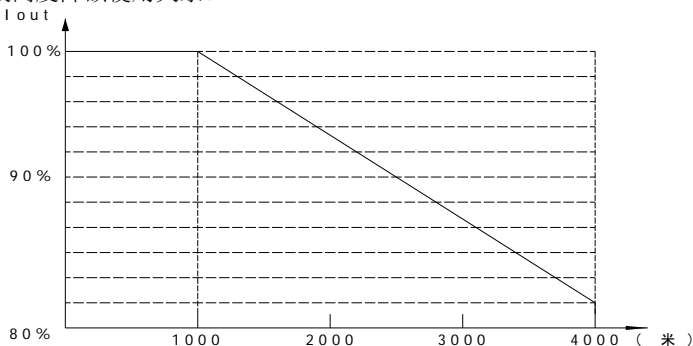

图 1-3 变频器额定输出电流与海拔高度降额使用关系
1.3.17 在海拔超过 1000 米的地区，由于空气稀薄而使变频器散热效率降低，需降额使用。下图 1-3 所示为变频器额定输出电流与海拔高度降额使用关系。